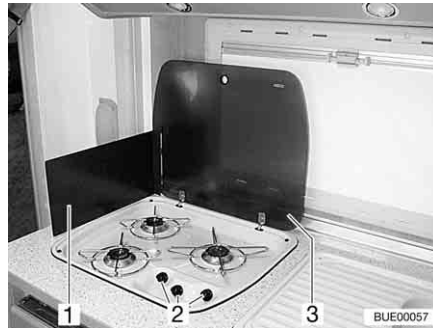

Fig. 152 Réchaud à gaz
- Ouvrir le couvercle du réchaud à gaz (Fig. 152,3).
- Selon le modèle, relever l'écran pare-flammes (Fig. 152,1) ou le mettre en place.
- Tourner le bouton tournant (Fig. 152,2) du brûleur désiré en position d'allumage (grande flamme).